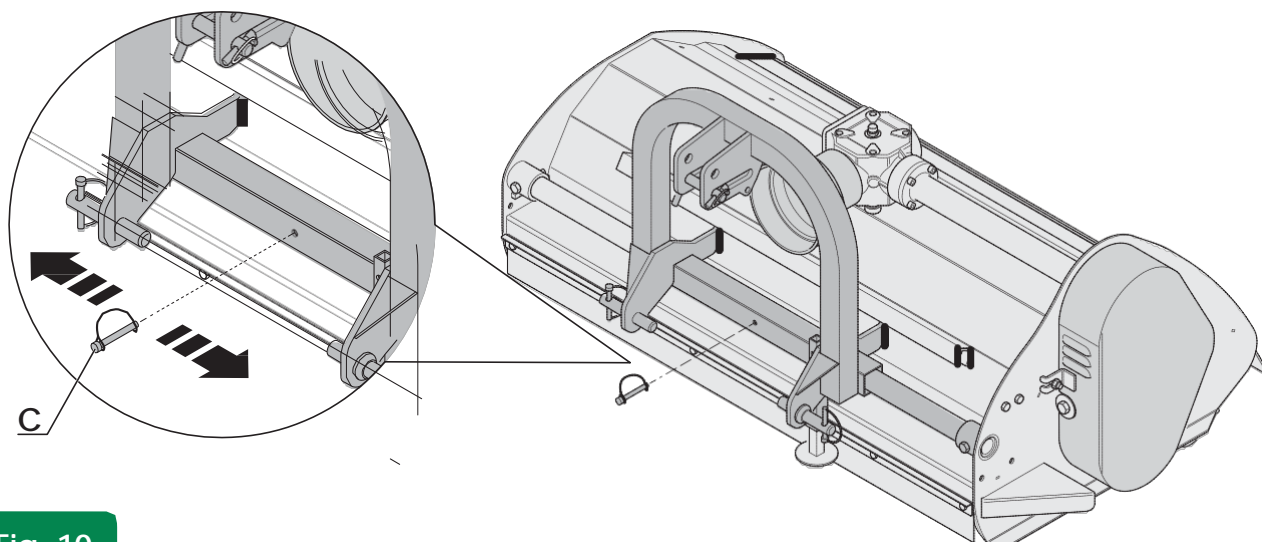

Fig. 10
Todas las máquinas **FOX S** se suministran de serie con movimiento manual (**fig. 10**). Consiste en una barra de fijación perforada en la que se inserta un perno que actúa como tope (**C**). Quitada de su compartimiento, libera el movimiento lateral (180mm a la derecha y 180mm a la izquierda) dando la posibilidad de elegir la posición deseada. Una vez seleccionada la posición, volver a bloquear la máquina introduciendo el perno de tope en el nuevo orificio correspondiente a la posición elegida y asegurándola con el dispositivo de seguridad adecuado.
⚠ Con kit hidráulico no montar el perno de tope (C) (fig. 10).